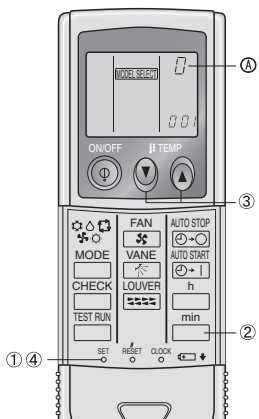

Fig. 6-9
- ① Appuyer sur le bouton SET à l'aide d'un objet pointu. Intervenir lorsque l'affichage de la télécommande est éteint. **MODEL SELECT** clignote et le No de modèle est allumé Ⓐ.
- ② Appuyer sur la touche AUTO STOP **0-0** button. **0 0 1** clignote et le No de configuration est allumé Ⓑ. (Configuration No 01: sans vitesse automatique du ventilateur)
- ③ Appuyer sur les touches temp. **0 0 2** pour régler la configuration No 02. (Configuration No 02: avec vitesse automatique du ventilateur) Si l'opération est erronée, appuyer sur la touche ON/OFF **0** et recommencer à partir du point ②.
- ④ Appuyer sur le bouton SET à l'aide d'un objet pointu. **MODEL SELECT** et le No de modèle s'allume pendant 3 secondes, puis s'éteint.
3) Attribution d'une télécommande sans fil infrarouge à chaque appareil (Fig. 6-9)
4) Réglage du numéro de paire de télécommande sans fil infrarouge (Fig. 6-9)
- ① Appuyer sur le bouton SET à l'aide d'un objet pointu. Cette opération s'effectue quand l'affichage de la télécommande sans fil infrarouge est éteint. **MODEL SELECT** clignote et le numéro du modèle s'allume.
- ② Appuyer deux fois sans relâcher sur le bouton **min**. Le numéro « 0 » clignote.
- ③ Appuyer sur le bouton temp. **0 0 1** pour attribuer le numéro de paires de votre choix. Si l'opération est erronée, appuyer sur la touche ON/OFF **0** et recommencer à partir du point 2.
- ④ Appuyer sur le bouton SET à l'aide d'un objet pointu. Le numéro de paires attribué s'allume pendant trois secondes puis s'éteint.